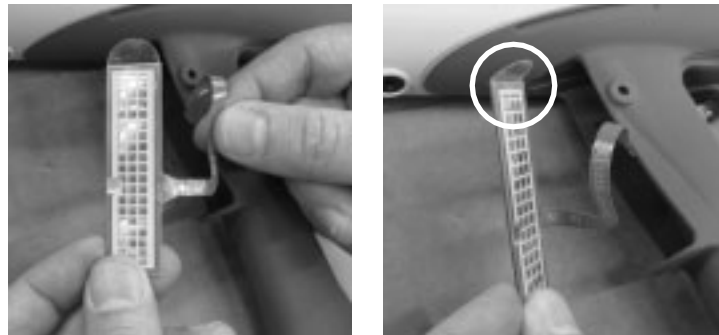

图 20 安装 触发开关- 步骤 3
3. 参见图 20。拉直带状电缆，然后弯曲开关顶部的拉片，使其与开关垂直。